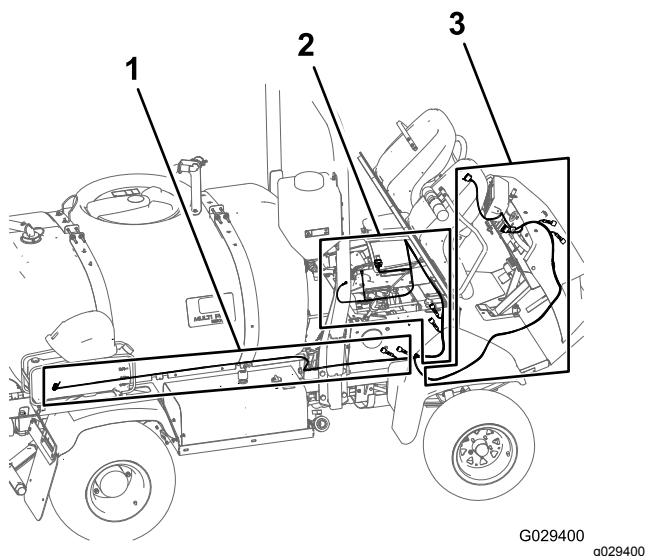
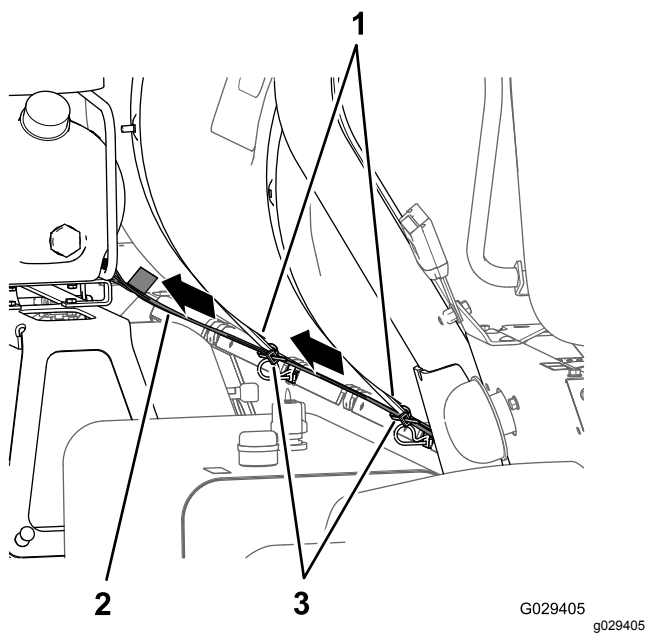

Figura 190
Figura 191
1. Localice la rama del compresor de 236 cm del arnés de cables con un conector hembra de 4 vías y enrute la rama de los cables hacia atrás a lo largo del depósito del fumigador como se muestra en Figura 190 y Figura 191.